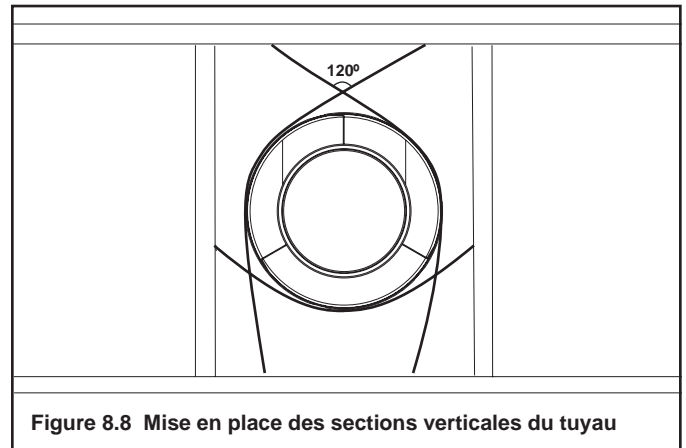

Figure 8.8 Mise en place des sections verticales du tuyau
- Il est possible d'utiliser un support de conduit ou une courroie de plombier (séparés à un angle de 120°) pour assurer le soutien. Voir les figures 8.8 et 8.9.